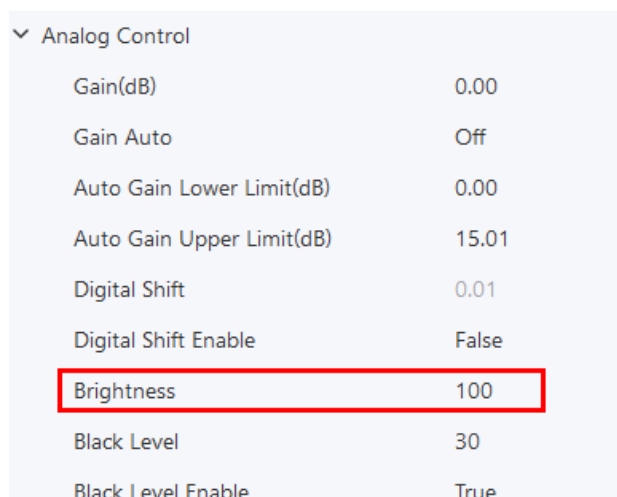

图4-43 亮度值设置
2. 点击展开客户端软件的设备属性列表中的 Analog Control，找到 Brightness，根据需要修改该参数值，如图 4-43 所示。